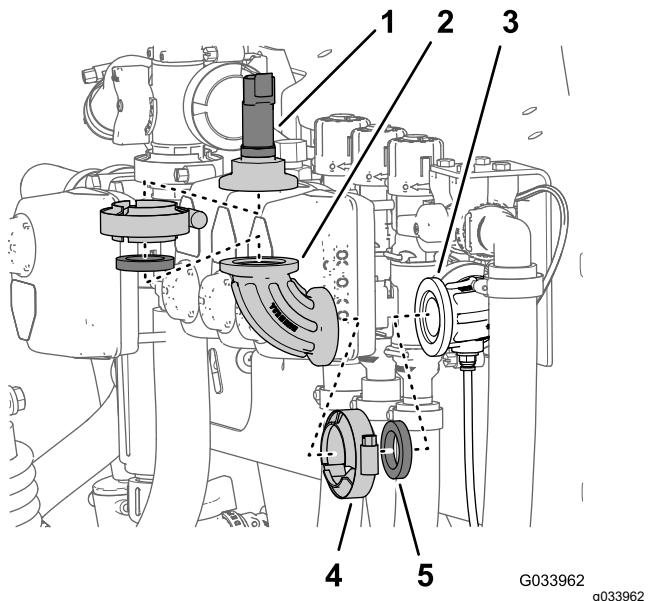

Рисунок 26
2. Снимите фланцевый хомут, который крепит датчик давления к прямоугольному штуцеру, а затем снимите датчик давления, прокладку и фланцевый хомут (Рисунок 26).
3. Снимите фланцевый хомут, который крепит прямоугольный штуцер к прямоугольному штуцеру с соединителем для трубы датчика давления, а затем снимите прямоугольный штуцер, прокладку и фланцевый хомут (Рисунок 26).